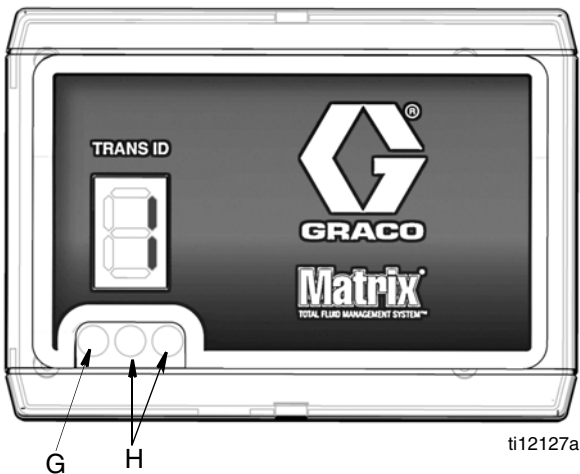

FIG. 7
4. Le voyant vert (G) s'allume pour indiquer que l'émetteur-récepteur est activé. Voir FIG. 7.